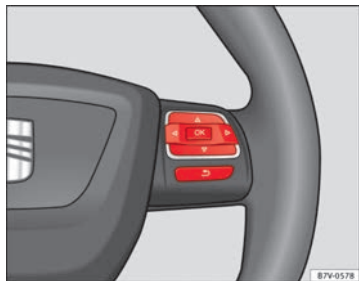

Fig. 38 Lato destro del volante multifunzione: Tasti per utilizzare i menu del quadro strumenti.
- Se viene visualizzato un messaggio o il pittogramma del veicolo, premere il tasto **OK** (⇒ fig. 37 **A** o ⇒ fig. 38).